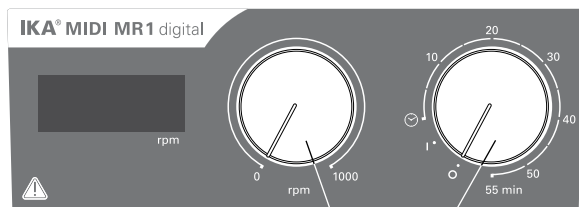

Fig. 3
- ☞ Per accendere l'apparecchio, ruotare la manopola "On/Off" e posizionare la manopola "Timer" (B, ved. Fig. 3) in senso orario sulla posizione "1".
- ☞ Per spegnere l'apparecchio, ruotare la manopola "On/Off" e posizionare la manopola "Timer" (B) sulla posizione "0".
- ☞ Per accendere l'apparecchio, ruotare la manopola "On/Off" e posizionare la manopola "Timer" (B) in senso orario oltre la posizione "0".
- ☞ Regolare il numero di giri del motore con la manopola "Numero di giri" (C, ved. Fig. 3). Il numero di giri del motore può essere impostato da 0 a 1000 rpm per MIDI MR 1 digital e da 0 a 600 rpm per MAXI MR1 digital.